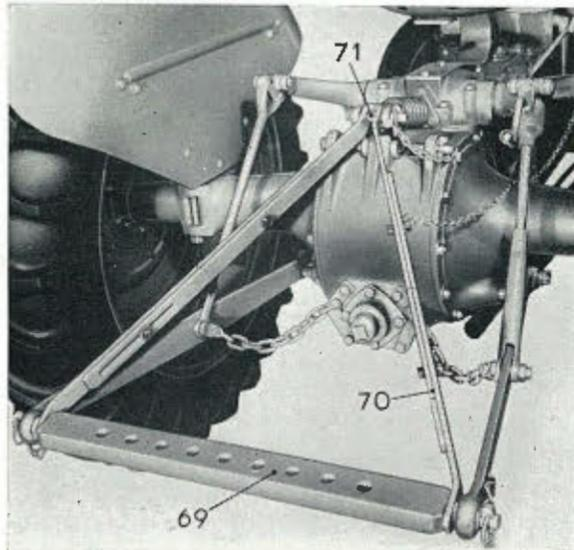

FIG. 24
BARRE D'ATTELAGE (Fig. 24)
La figure 24 représente la barre d'attelage (69) correctement montée sur le tracteur avec les haubans (70) fixés sur la broche d'attelage (71) de la barre supérieure d'attelage. La barre est réglable en hauteur par simple coulissement des haubans. Sa hauteur normale par rapport au sol est de 45 cm. Dans cette position, les bras sont horizontaux et les crans sur les haubans sont en ligne. La hauteur à adopter dépend essentiellement de l'instrument à remorquer. En relevant la barre on améliore l'adhérence du tracteur ; en l'abaissant, on améliore la direction.